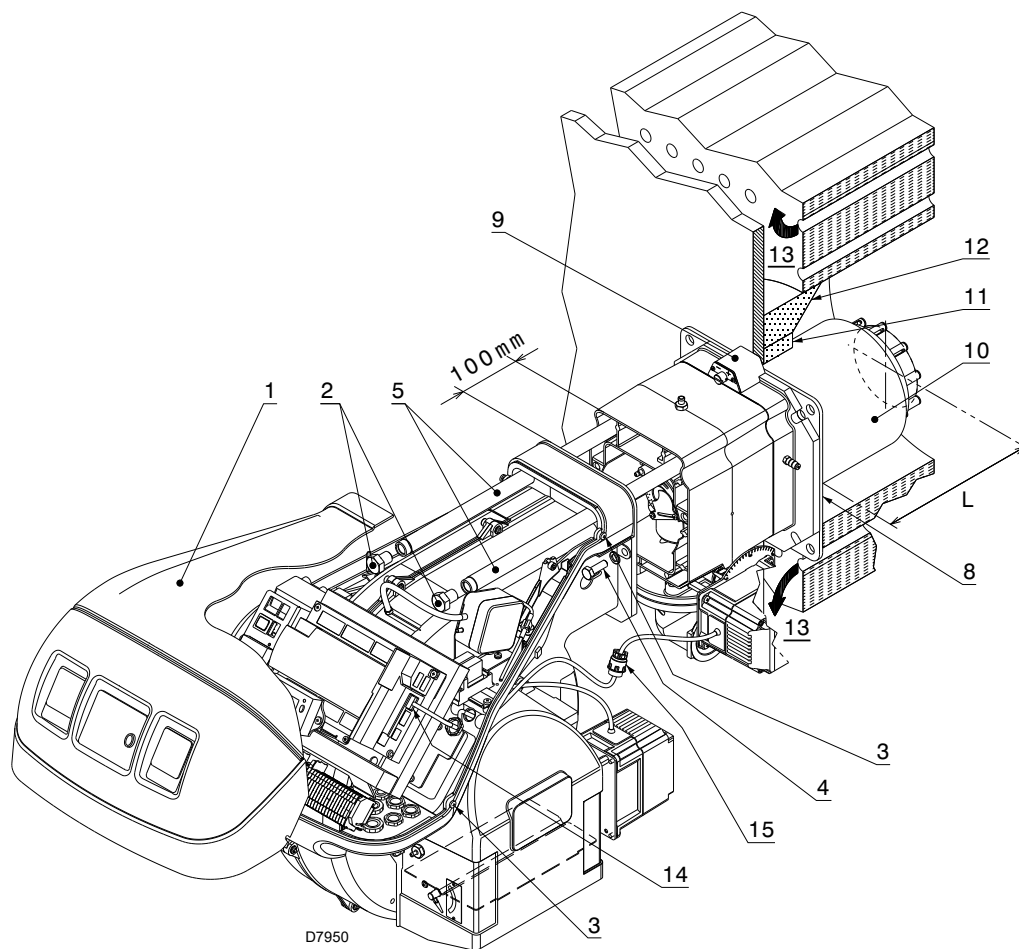

Abb. 16
Stellen Sie bei Kesseln mit vorderem Rauchlauf 13)(Abb. 16 auf Seite 22), eine Schutzvorrichtung aus hitzebeständigem Material 11) zwischen dem als Hitzeschutz zwischen Kessel 12) und Flammrohr 10) aus.
Trennen Sie die Flammkopf vom übrigen Brenner, wie in Abb. 16; und wie folgt fortfahren:
- den Brenner auf den Führungen 3) etwa 100 mm von Muffe 4) - Brenner in der in Abb. 16 auf Seite 22 gezeigten Position montieren;
- den Stecker des Stellmotors 14)(Abb. 16) anschließen und die Kabeldurchführung 15) anschrauben;